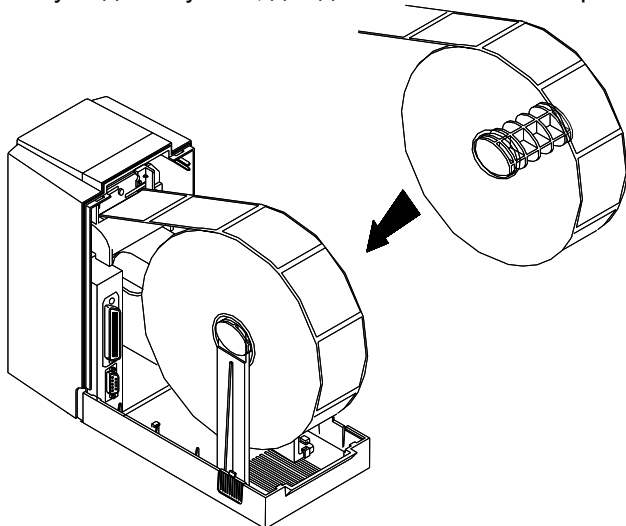

рис. 2.1.3
5. Расположить ролик с большим рулоном этикеток на держателе (см. рис. 2.1.3).